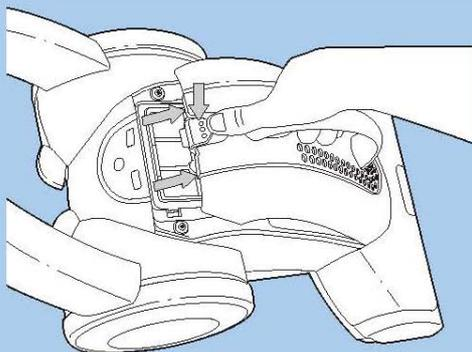

Рисунок 6
- 16 **If the cleaner is plugged in but the cleaner will not turn on** and no indicators illuminate, check to ensure that the bag cover (Fig. 6) is securely in place. If it is not, latch it correctly and turn on the cleaner.
- 18 Push the bag cover latch and remove the cover as shown (Fig. 6).
- 16 **Если пылесос подключен к сети, но не запускается** и если ни один индикатор не горит, проверьте, на месте ли крышка отсека пылевого мешка (Рис. 6). Если она не на месте, зафиксируйте ее, как положено, и снова включите пылесос.
- 18 Нажать на задвижку отсека пылевого мешка и вынуть его, как показано на иллюстрации (Рис. 6).
- 16 **Si la aspiradora está enchufada pero no se enciende y no se iluminan los indicadores**, verifique que la cubierta de la bolsa (Fig. 6) esté firmemente colocada en su sitio.
- 18 Presione la traba de la cubierta de la bolsa y retire la cubierta como se muestra (Fig. 6).